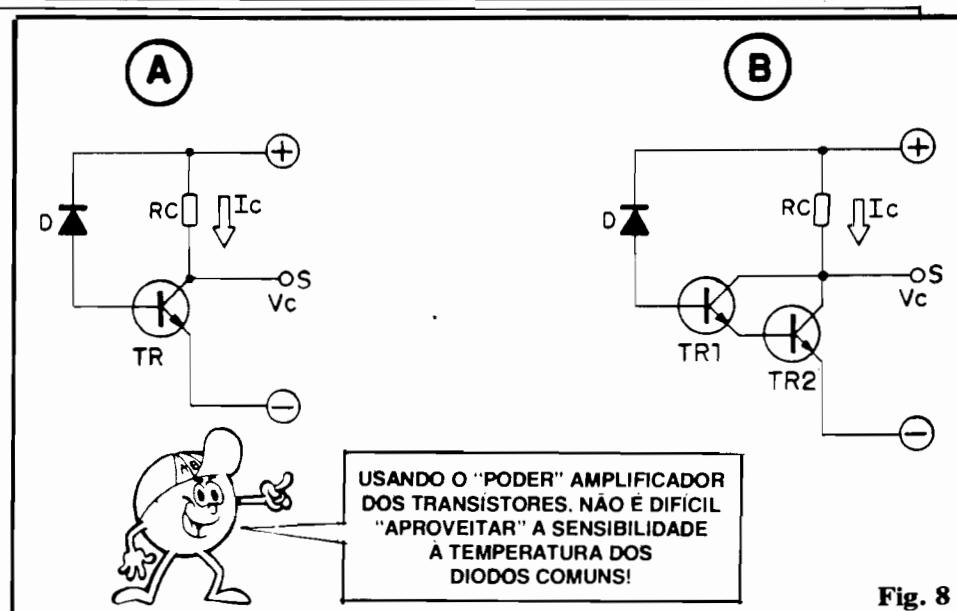

Fig. 8
FIG. 8-A - Novamente, o “velho” TRANSÍSTOR vem em nosso auxílio! **Amplificar** Corrente, ou pequenas variações de Corrente, “é com ele mesmo”...! Colocando o diodo/termo-sensor (que pode ser um mero 1N4148...) sob polarização inversa, no circuito de **base** de um transistör (exemplo: BC548...), a corrente de fuga (que - como foi dito - é proporcional à temperatura à qual o diodo está submetido) do primeiro corresponderá à própria corrente de **base** do segundo! Assim, no arranjo mostrado, podemos “recolher” a Saída do sistema, ou através da Corrente de **coletor** IC (que se desenvolverá sobre o resistor de carga de **coletor**, RC...), ou via Tensão presente no dito **coletor** (VC). Não esquecer que, depois da amplificação realizada pelo transistör TR, IC será **diretamente** proporcional à temperatura (“mais quente” = mais Corrente...), enquanto que VC se manifestará **inversamente** proporcional (“mais quente” = menor
FIG. 8-B - Para algumas aplicações diretas, a amplificação obtida no arranjo 8-A será, ainda, pequena... Tudo bem. Basta “enfileirar”, em **Darlington**, mais um transistör no sistema, de modo que os ganhos (fatores de amplificação) de TR1 e TR2 sejam matematicamente **multiplicados**! Teremos então, na Saída “S” do conjunto, sempre preservando a proporcionalidade (na razão direta para a Corrente, e inversa para a Tensão), manifestações ou variações bem mais nítidas e “largas”. Pequenas variações na Temperatura incidente sobre o diodo/sensor gerarão grandes sinais elétricos na Saída do bloco. Estes sinais, tanto podem ser encaminhados a um simples sistema de medição (análogica ou digital)